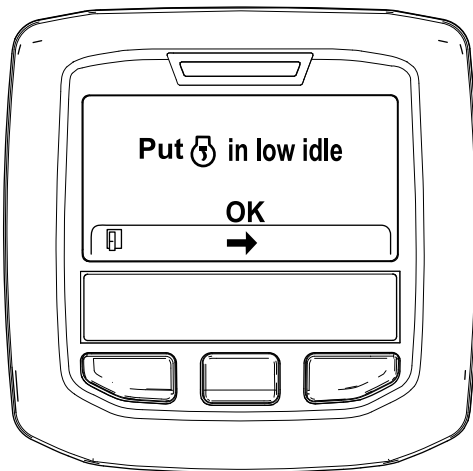

Figura 53
6. Mova o controle da aceleração para RALENTI BAIXO e prima o botão central (Figura 53).